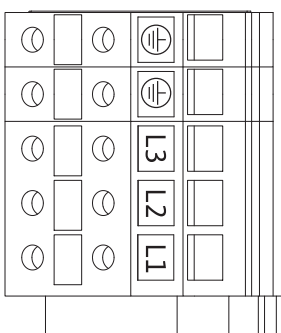

Рис. 26: Силовые клеммы (сетевые соединительные клеммы)
- Силовые клеммы (сетевые соединительные клеммы) (рис. 26)